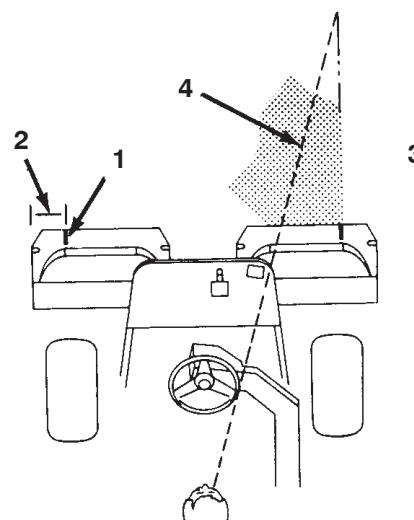

Bild 39
1. Messen Sie ungefähr 12,7 cm von der äußeren Kante jedes Korbs (Bild 39).
2. Bringen Sie einen Streifen weißes Isolierbands an jedem Korb an, oder zeichnen Sie eine Linie. Das Isolierband bzw. die Linie sollten parallel mit der äußeren Kante jedes Korbs verlaufen (Bild 39).